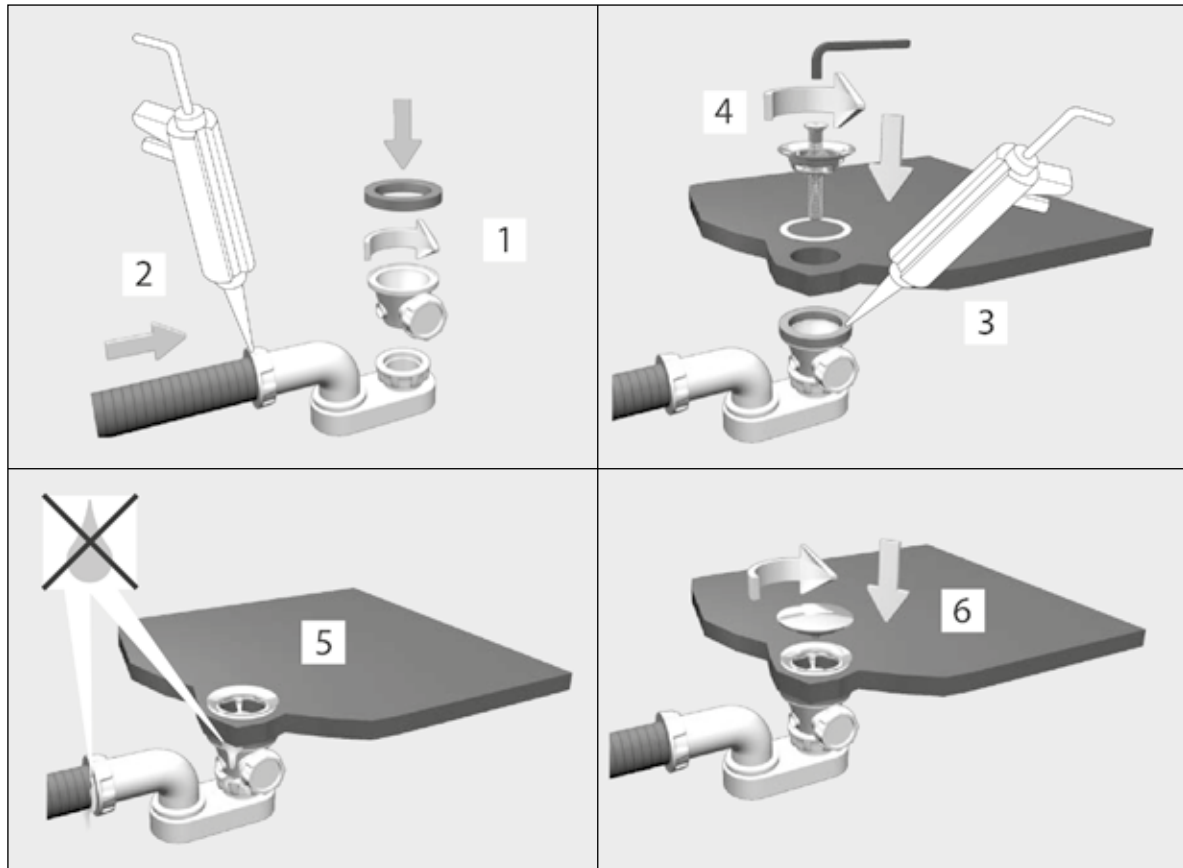

Fig.3
- Installare il kit di scarico sulla vasca come indicato nelle immagini (vedi Fig. 3) e secondo le istruzioni del produttore del kit di scarico stesso.